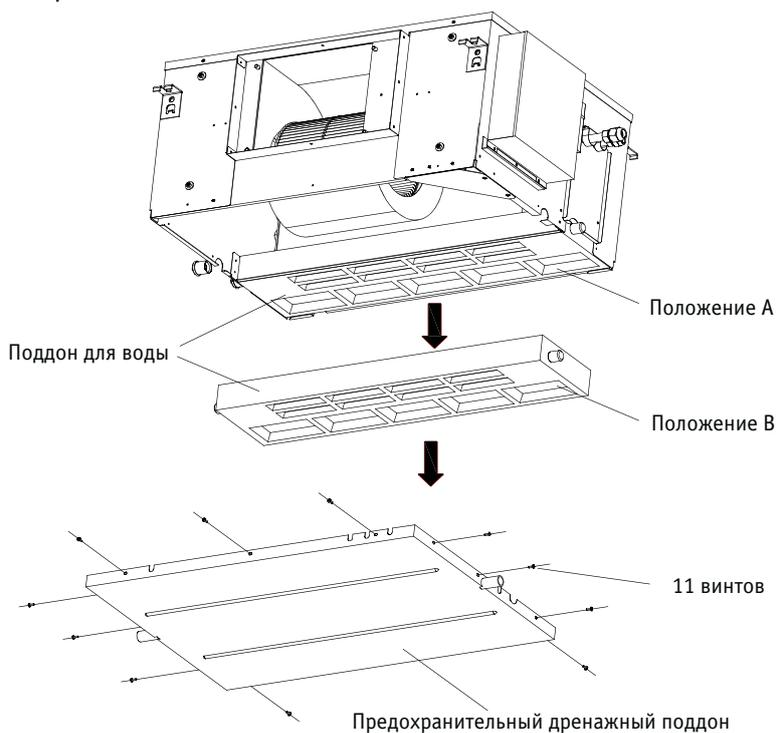
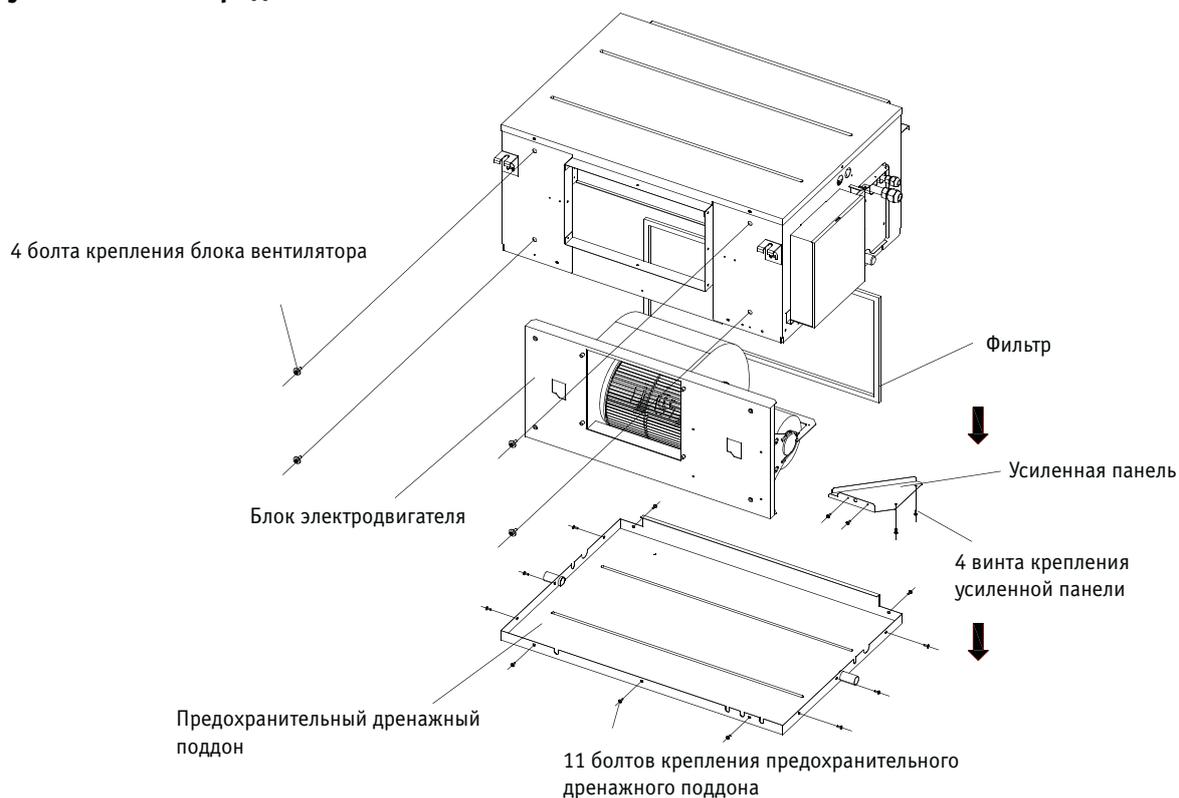

Рис. 5-12
Рис. 5-13
2. Отверните все 11 винтов крепления предохранительного дренажного поддона, а затем отсоедините поддон как показано на Рис. 5-12.
3. Снимайте поддон по направлению стрелки, показанной на Рис. 5-12.
1. См. Рис. 5-12. Отверните все 11 болтов крепления предохранительного дренажного поддона и снимите его.
2. См. Рис. 5-12. Отверните все 4 винта крепления усиленной панели и снимите её.
3. См. Рис. 5-12. Отверните все 4 болта крепления блока вентилятора. Порядок демонтажа указан на Рис. 5-13.
4. См. Рис. 5-13. Сместите до упора блок вентилятора в горизонтальном направлении, затем, чтобы его снять, слегка приподнимите и опустите вниз.
1. Целиком блок изображен на Рис. 5-13.